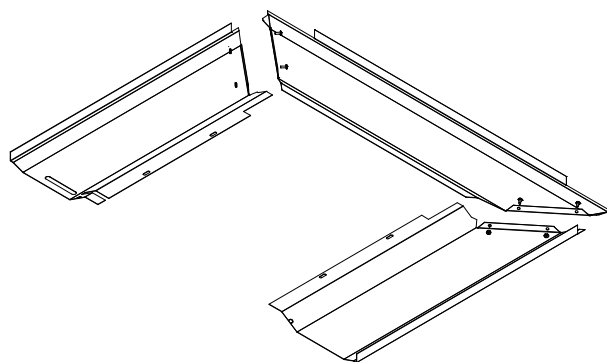

Figure 2.9b
3. Alignez les trous situés sur les panneaux supérieurs et latéraux et utilisez les six (6) vis et écrous fournis. (Figure 2.9b)